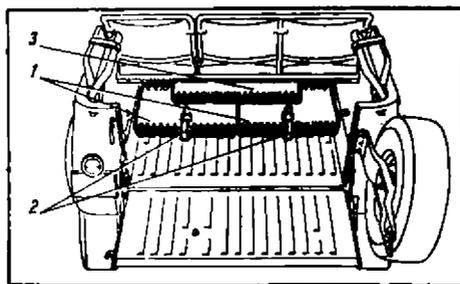

Рис. 136. Укладка пакетов тента:
6. Пакет тента (см. рис. 136) уложить под сиденье или при сложенном положении сиденья между спинками передних сидений.